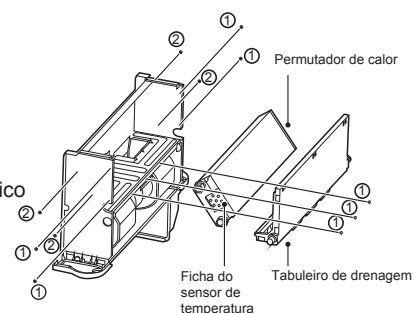

Figura 4-8 Remoção do tabuleiro de drenagem e do permutador de calor
- Como mostrado na Figura 4-8, remova os parafusos ① \*7 para retirar o tabuleiro de drenagem. Em seguida, remova os parafusos ② \*4 para retirar o permutador de calor.